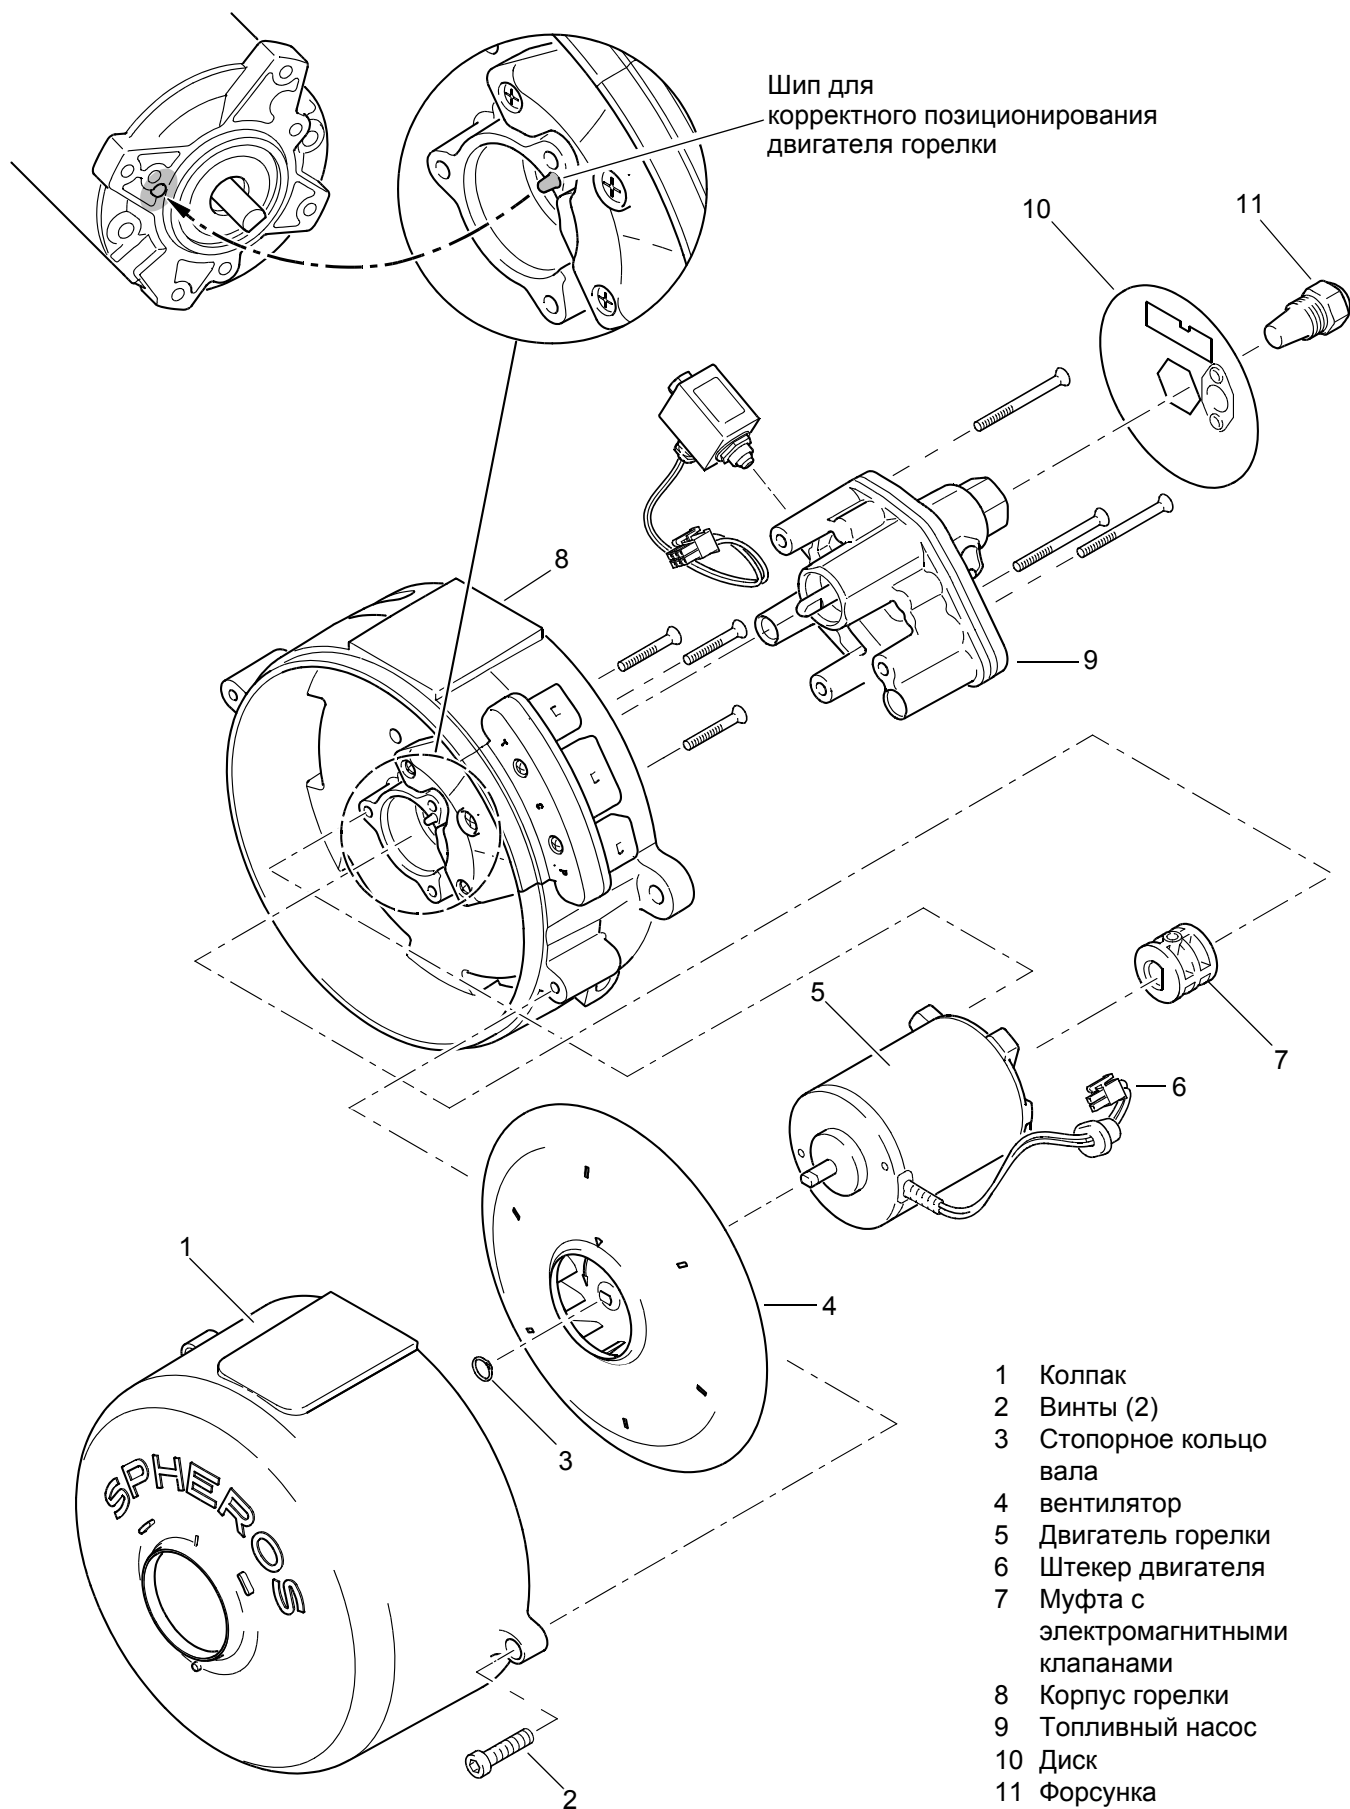

Рис. 803 Демонтаж и установка двигателя горелки
4. Отсоединить штекер двигателя горелки (6, Рис. 803) от блока управления.
6. Снять колпак (1).
7. Снять вентилятор (4). Для этого удалить стопорное кольцо вала соответствующими клещами
1. Установить двигатель (5, Рис. 803) (шип на корпусе и отверстие во фланце двигателя).
2. Привинтить двигатель (5) тремя винтами с потайными головками М5х35 (5 +1 Нм).
3. Привинтить вентилятор (4). Закрепить стопорное кольцо вала соответствующими клещами.
5. Установить колпак (1) (2 +0,5 Нм).
6. Подсоединить штекер двигателя горелки (6) к блоку управления.